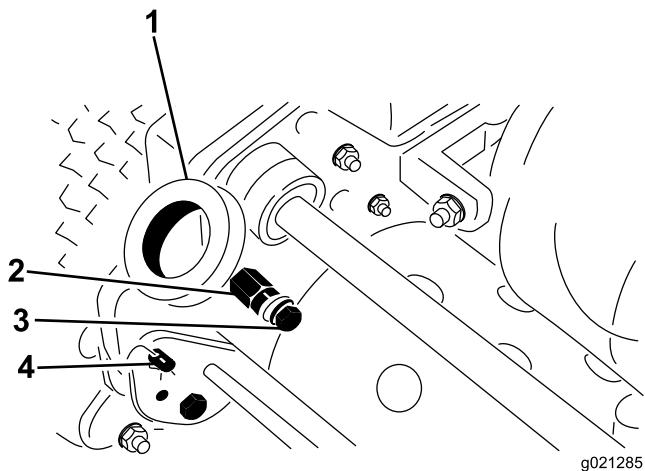

図 2
1. ハンドルアームの下部を機体両側に固定しているボルトとロックナットとワッシャを取り外す(図 2)。
2. ハンドルアームをフレーム後部に固定しているヘアピンコッターとリングピンを取り外す(図 2)。
- ハンドルの各端をハンドルアームの穴に差し込み、取り付けピンとハンドルの穴を整列させる(図2)。
- 機体左右のリングピンからヘアピンコッターを抜き取る(図2)。
- ハンドルを支えながら、左右のリングピンを抜き、ハンドルを希望の高さにセットする(図2)。